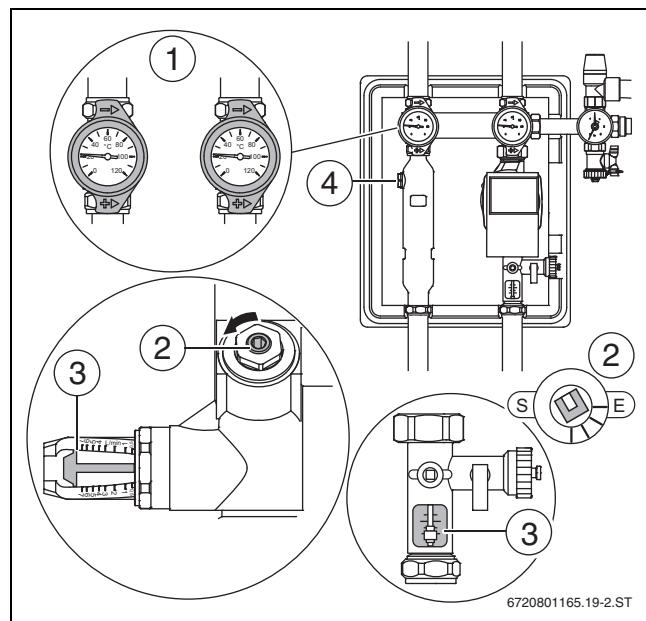

Рис. 41
- Проверьте объёмный поток по смотровому окну ограничителя потока (→ рис. 41, [3]).